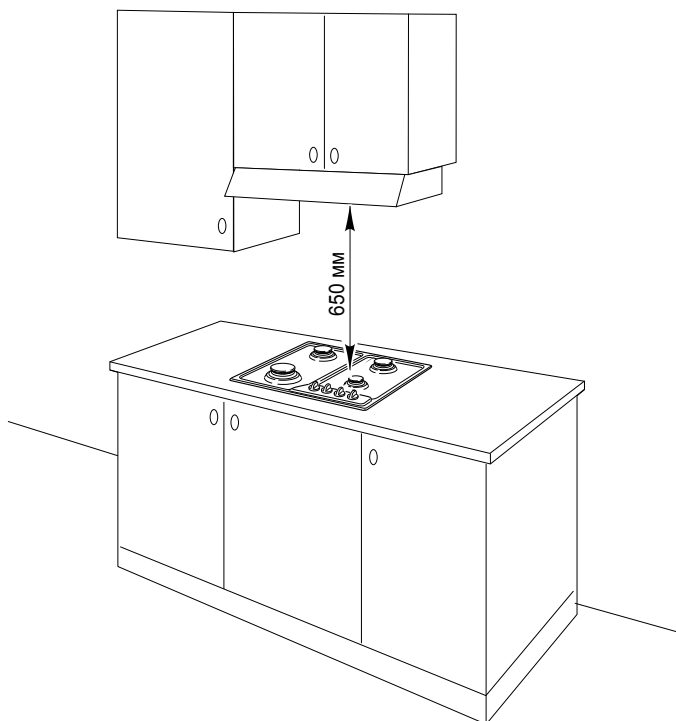

Рис. 4.2
- ✓ Расстояние между варочной поверхностью и настенным шкафом или вытяжным колпаком, установленным непосредственно над ней, должно быть не менее 650 мм (Рис. 4.2).